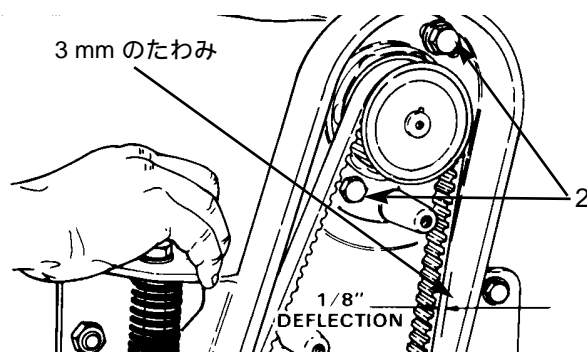

図12
4. リール・モータのフランジに固定ボルト(2本)を通す(頭がハウジングの内側、平ワッシャは上のボルトに付く。)ロックナットを通し、リール・モータをスロットの上に押しつけてベルトに張りを与えながら固定する(図12)。締めつけトルクは約 3.45 kg.m (34 N.m) です。・
注: ベルトのたわみを見て張りの確認をします。3 kg の力で押した時に 3 mm 程度のたわみがあれば適正です(図12)。